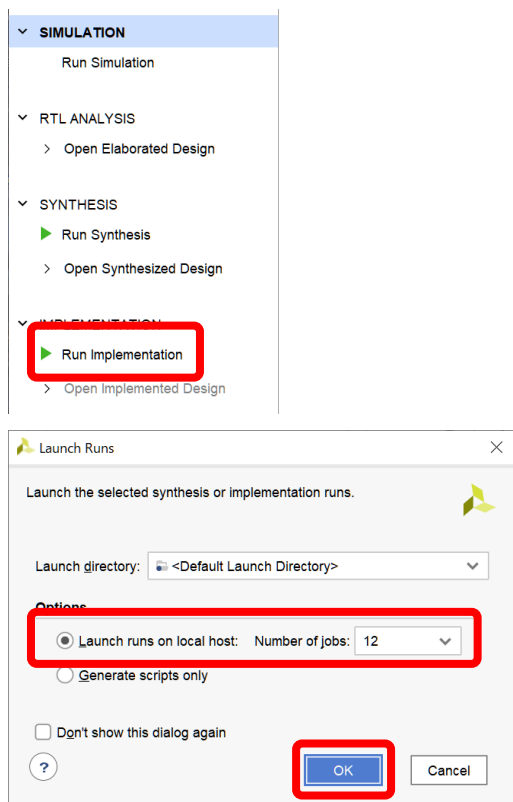

図 11.40 FPGA への実装の手順 7
9) FPGA 上における回路の配置配線を行うために、「Run Implementation」を実行する。また、論理合成と同様に「Number of jobs:」の数を適宜調整する (図 11.40)。